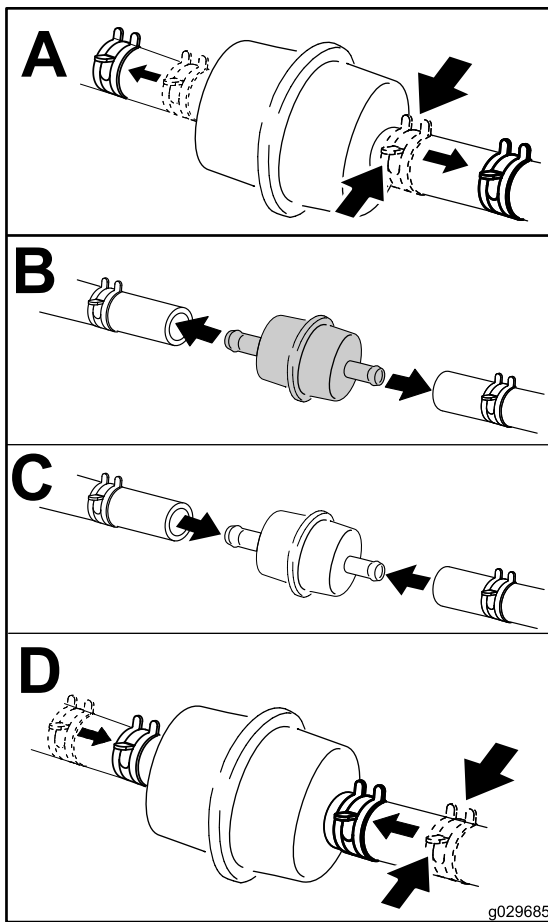

Figure 42
6. Placez un bac de vidange propre sous le filtre à carburant et remplacez le filtre à carburant comme montré à la Figure 42.